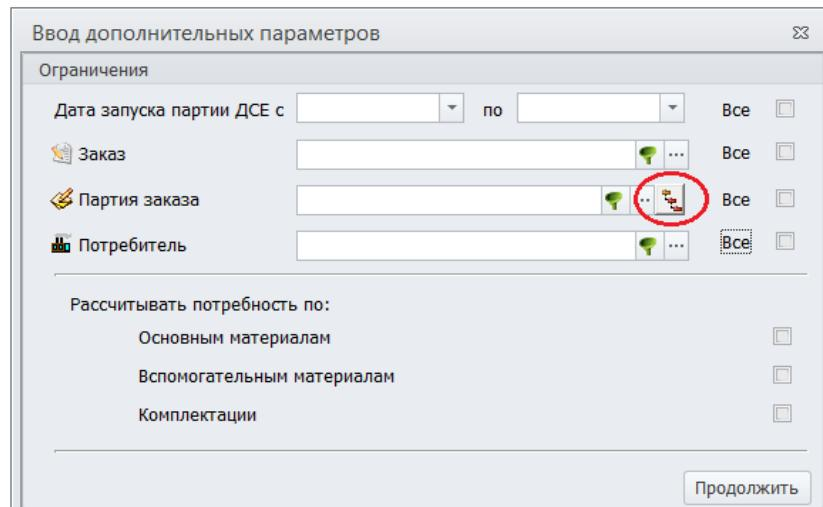

Рисунок 26: Кнопка "Включать вложенные Партии заказа"
2. В правой части поля нажать кнопку **Включать вложенные Партии заказа** (рис. 26).